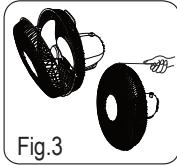

Fig.3
5. Ouvrez les clips sur la protection avant et placez la protection avant sur la protection arrière (alignez les trous des vis de verrouillage) et fermez les languettes. Serrez la vis de blocage et l'écrou. (Fig. 3)